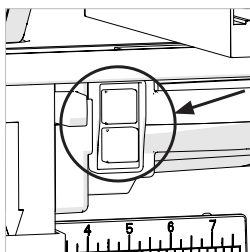

Fig. 24
2. Interruptores On/Off de la sierra de mesa (Fig. 24)